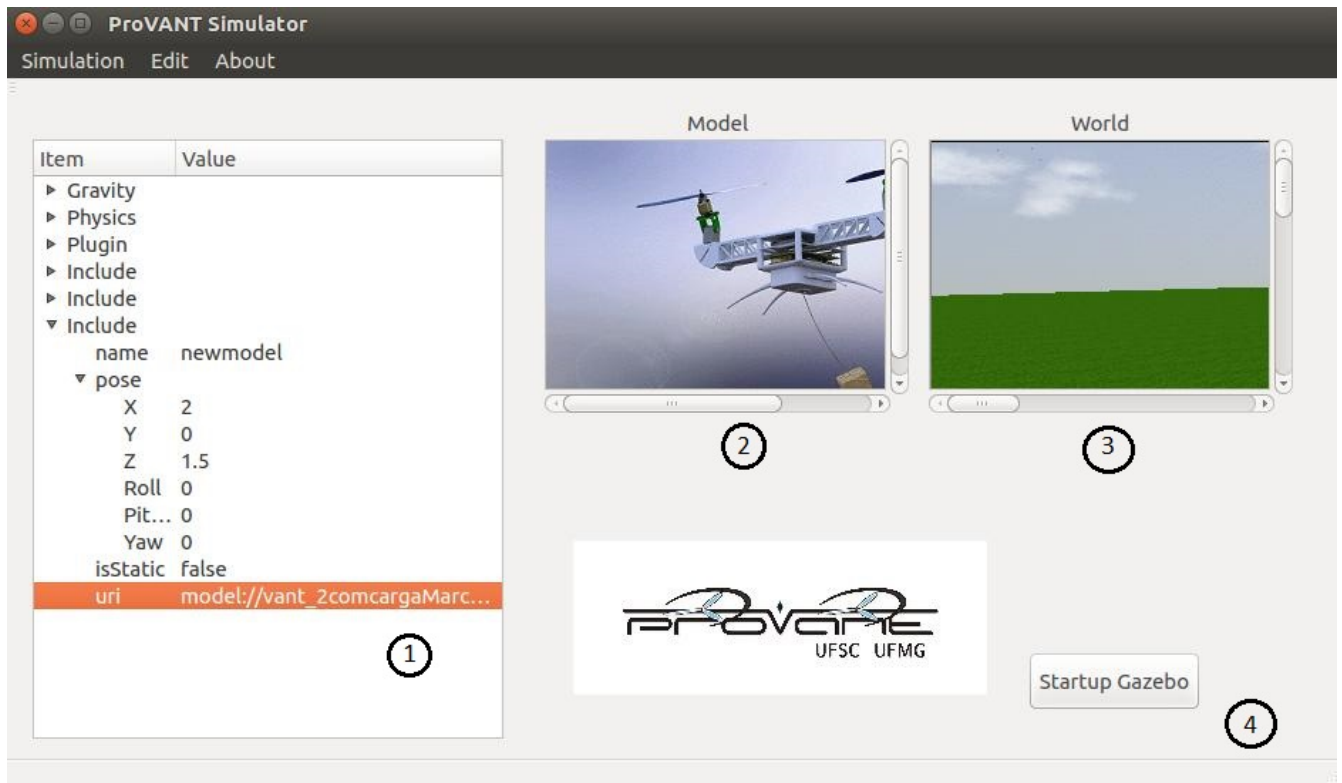
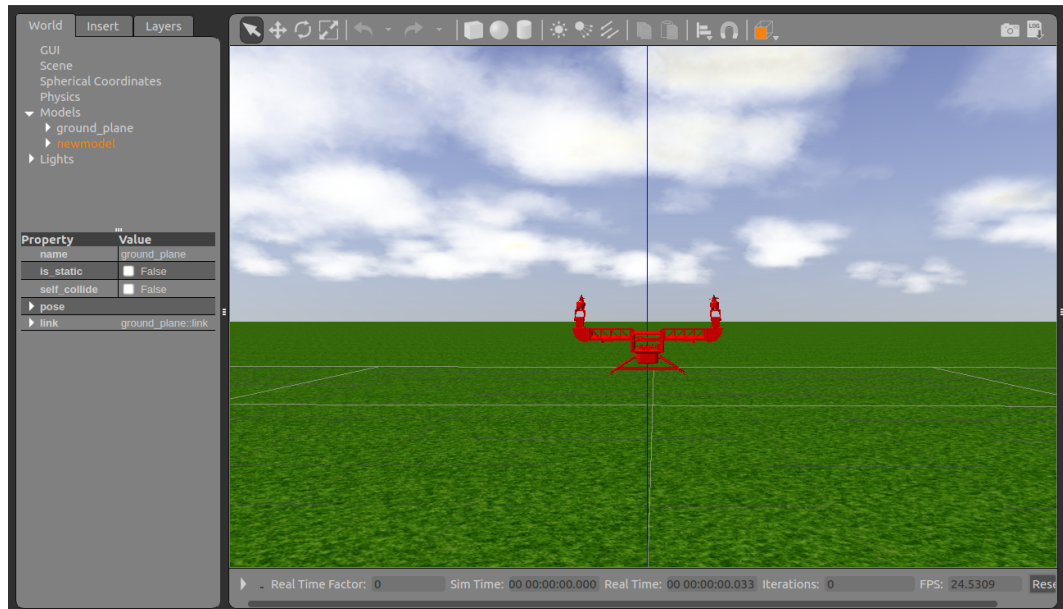

Figura 3.3: Janela de configuração da simulação.
Figura 3.9: Janela inicial do simulador Gazebo.
Tendo escolhido o VANT e o cenário de simulação, suas imagens a imagem ilustrativa do cenário aparecerá na interface e portanto é possível verificar se foram selecionados corretamente, como mostra a Figura 3.3, através dos itens (2) e (3), respectivamente.
Ainda com relação à Figura 3.3, o item (1) corresponde à uma árvore de informações e configurações do VANT e do cenário de simulação. Através de duplo clique em cima do campo desejado é possível realizar configurações. Os campos dessa árvore são:
Após realizar todas as configurações, o usuário deve pressionar o botão "OK" item (10). A janela de configuração da simulação (Figura 3.3) será mostrada novamente. A simulação pode ser então inicializada com o modelo de VANT, cenário, estratégia de controle e instrumentação selecionados, através do botão "Startup Gazebo", item (4) da Figura 3.3. O simulador Gazebo será inicializado, conforme mostrado na Figura 3.9.